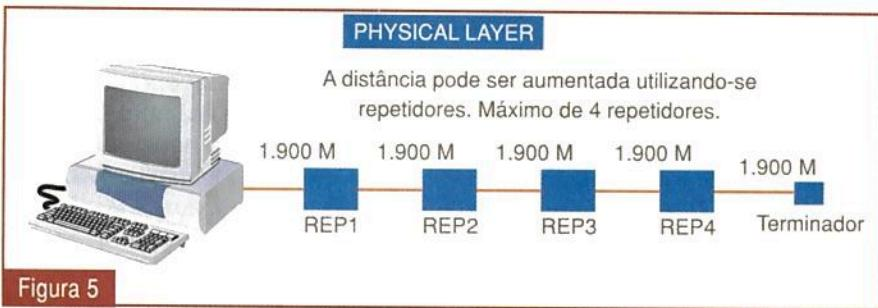

Figura 5
c) O número máximo de repetidores para a regeneração da forma de onda entre dois instrumentos não pode exceder 4 (quatro) (ver **Figura 5**);